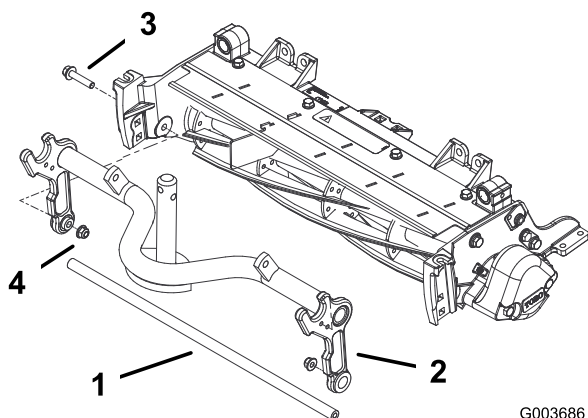

Рисунок 6
1. Отверните два болта с фланцевыми головками, которые крепят опорную трубу и несущую раму режущего блока к боковым пластинам режущего блока (Рисунок 6). Извлеките опорную трубу.
2. Прикрепите несущую раму к боковым пластинам режущего блока с помощью двух фланцевых контргаек (3/8 дюйма) (Рисунок 6).